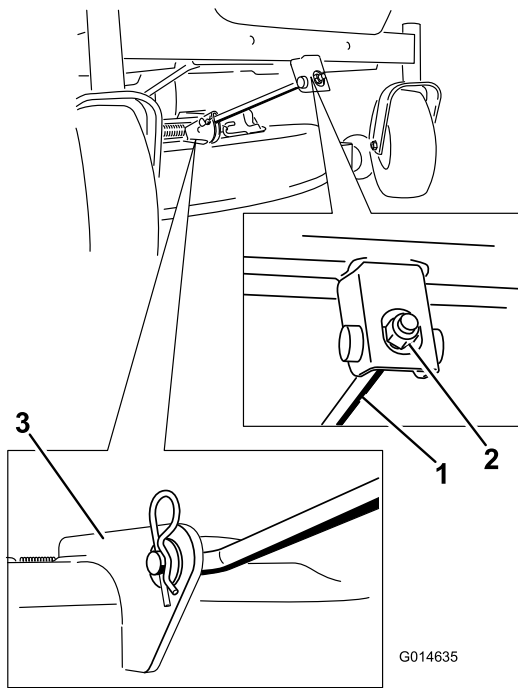

Figure 60
4. Retirez la goupille fendue de la tige de support avant et déposez la tige du support de tablier (Figure 60). Abaissez doucement l'avant du tablier de coupe au sol.
6. Fixez la tige de support avant au tablier de coupe à l'aide de l'axe de chape et de la goupille fendue (Figure 60).